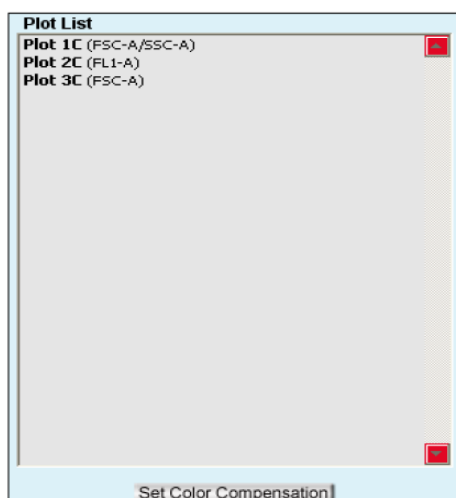

图 4-3. 包含复制的 Plots 的 Plot List。
3. 点击 OK 按钮关闭对话框 , BD Accuri C6 会向 Analyze 面板的 Plot List 添加选择的 plots (图 4-3)。